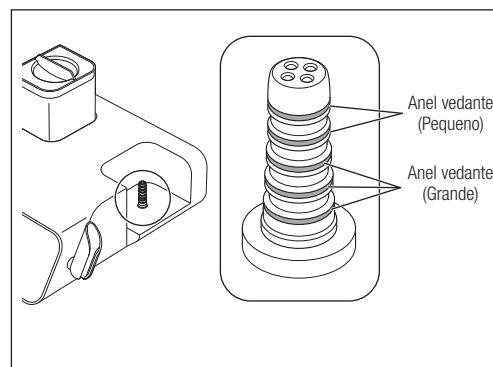

Fig. 47
- 1) Retire os anéis vedantes do conector na base da câmara utilizando uma agulha, etc. (Fig. 47).
- Uma vez que o tamanho dos anéis vedantes é diferente, certifique-se de que os substitui na localização certa (Fig. 47).